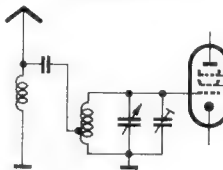

Bild 4. Hochinduktive Antennenkopplung mit kapazitiver Zusatzkopplung für hohe Frequenzen
c) Hochinduktiver Antennenkreis mit kapazitiver Zusatzkopplung (Bild 4). Bei der hochinduktiven Antennenkopplung werden neben den Spiegelfrequenzen bereits die höchsten Empfangsfrequenzen benachteiligt. Eine kapazitive Kopplung von der Antenne zum Gitter der Eingangsröhre würde aber gerade wieder für die Spiegelfrequenzen einen bequemen Weg bieten. Durch Ermittlung einer günstigen Anzapfung nach Bild 4 kann man die hohen Frequenzen des Empfangsbereiches leicht anheben, während die Spiegelfrequenzen über den erdseitigen Spulenteil kurzgeschlossen werden. Man erreicht dadurch eine Verbesserung der Empfindlichkeit um das Zwei- bis Dreifache, während sich noch Spiegelselektionswerte von 1 : 50 einhalten lassen.